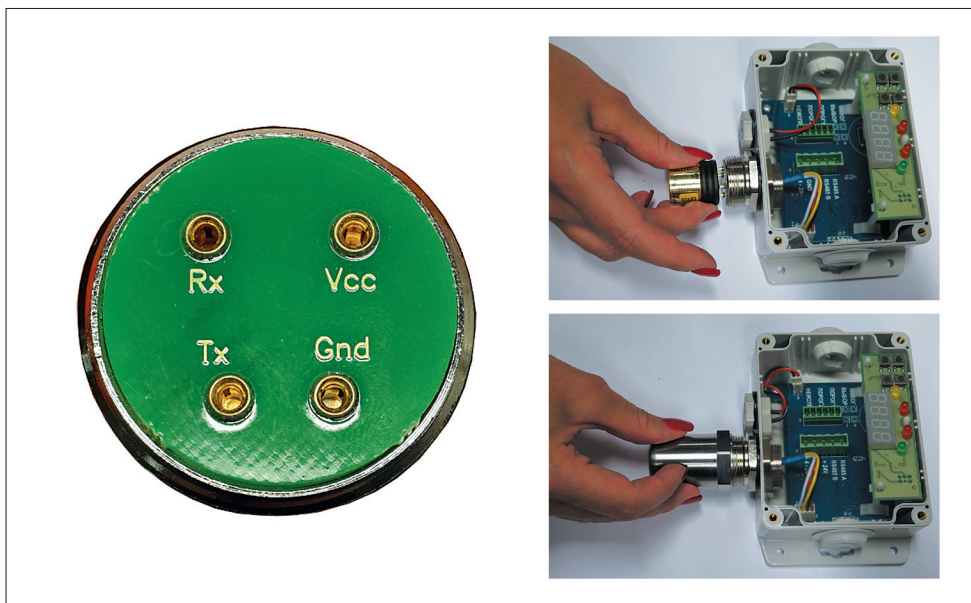

Рис.4. Подключение интеллектуального сенсорного модуля
- ИСМ подключаются к внешнему разъему модуля МКТИ, геометрия которого исключает возможность неправильной установки (рис.4). Крышка защищает ИСМ от влаги, пыли и механических повреждений.